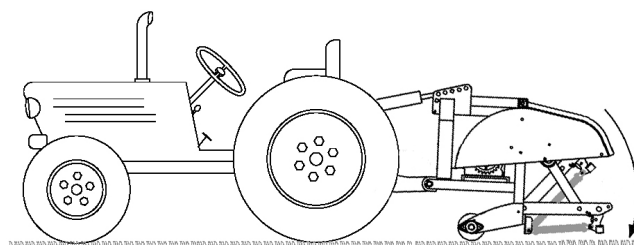

图14
4. 将打孔机放低到地面上，并完全伸长液压顶部连杆油缸或上连杆（图14）。